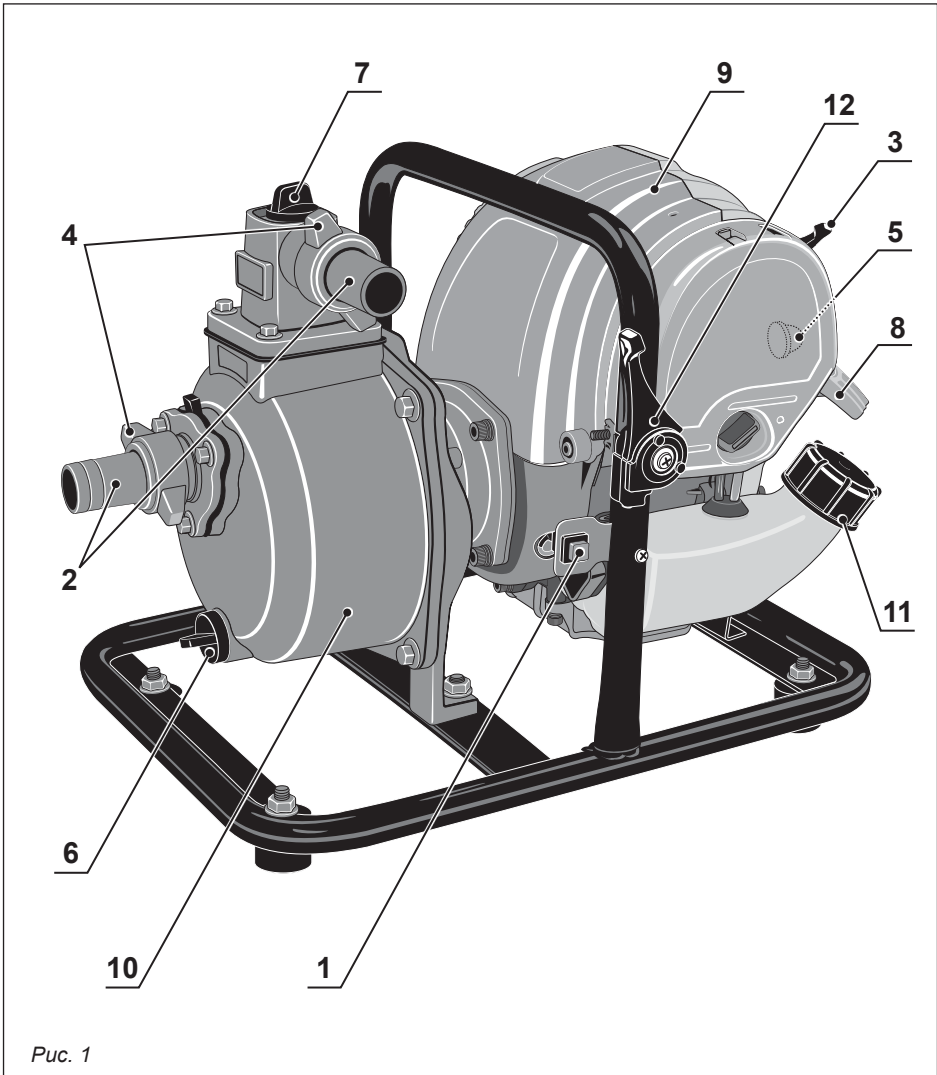

Рис. 1
5. ОСНОВНЫЕ ЧАСТИ И УЗЛЫ (рис. 1)
### 8.1. Пуск двигателя (рис.1)